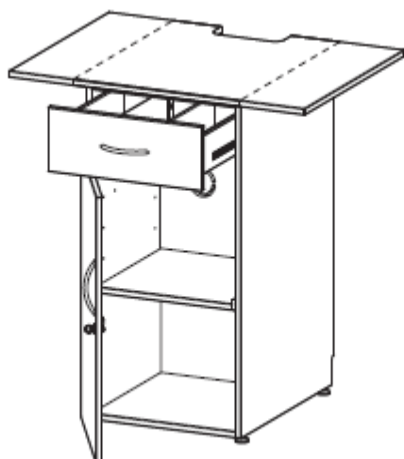

Рис.19
3.10.2 Стол-основание (рис. 19)